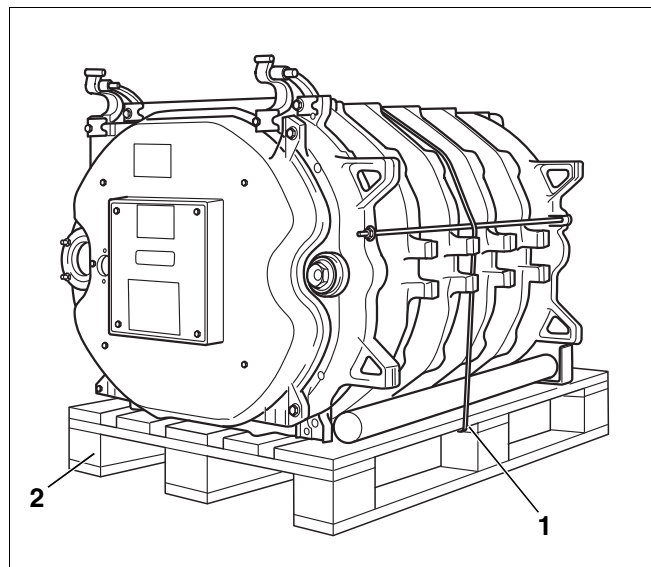

Fig. 18 Blocco caldaia su paletta
- ▶ Tagliare la fascia di sicurezza (fig. 18, [1]).
- ▶ Rimuovere la paletta prima della posa in opera (fig. 18, [2]).